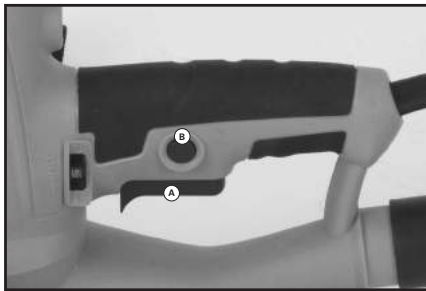

Abb. 5A + B
- Drücken Sie den Auslöseschalter. (Abb. 5A)